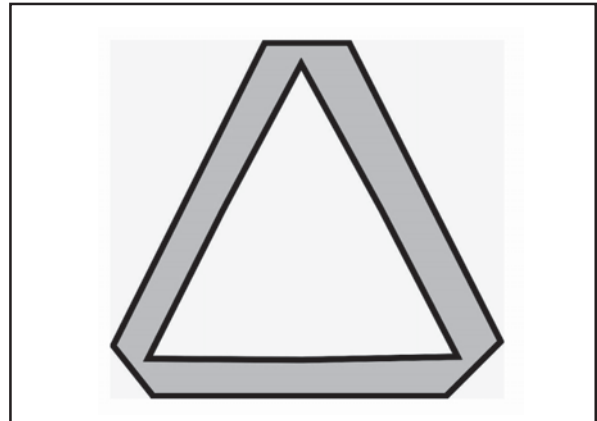

Fig. 19
- Asegúrese de que tanto el tractor como los implementos están equipados con triángulos de advertencia (balizas) para vehículos lentos y otros materiales que marcan mejor la visibilidad en la ruta, si la ley así lo exige (Fig. 19).